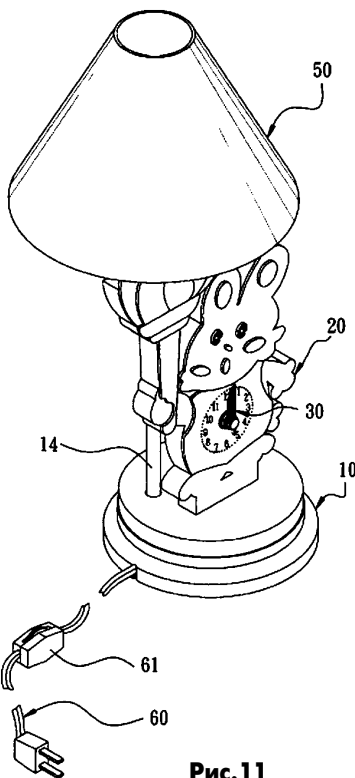

Рис.11
**Блок из настольной лампы и настольных часов** описан в патенте США 6048078 (2000 г.). Конструкция показана на рис.11, где 10 - опора, 14 - стойка лампы, 20 - блок часов с механизмом 30, 50 - отражатель, 60 - электрическая вилка, 61 - выключатель.